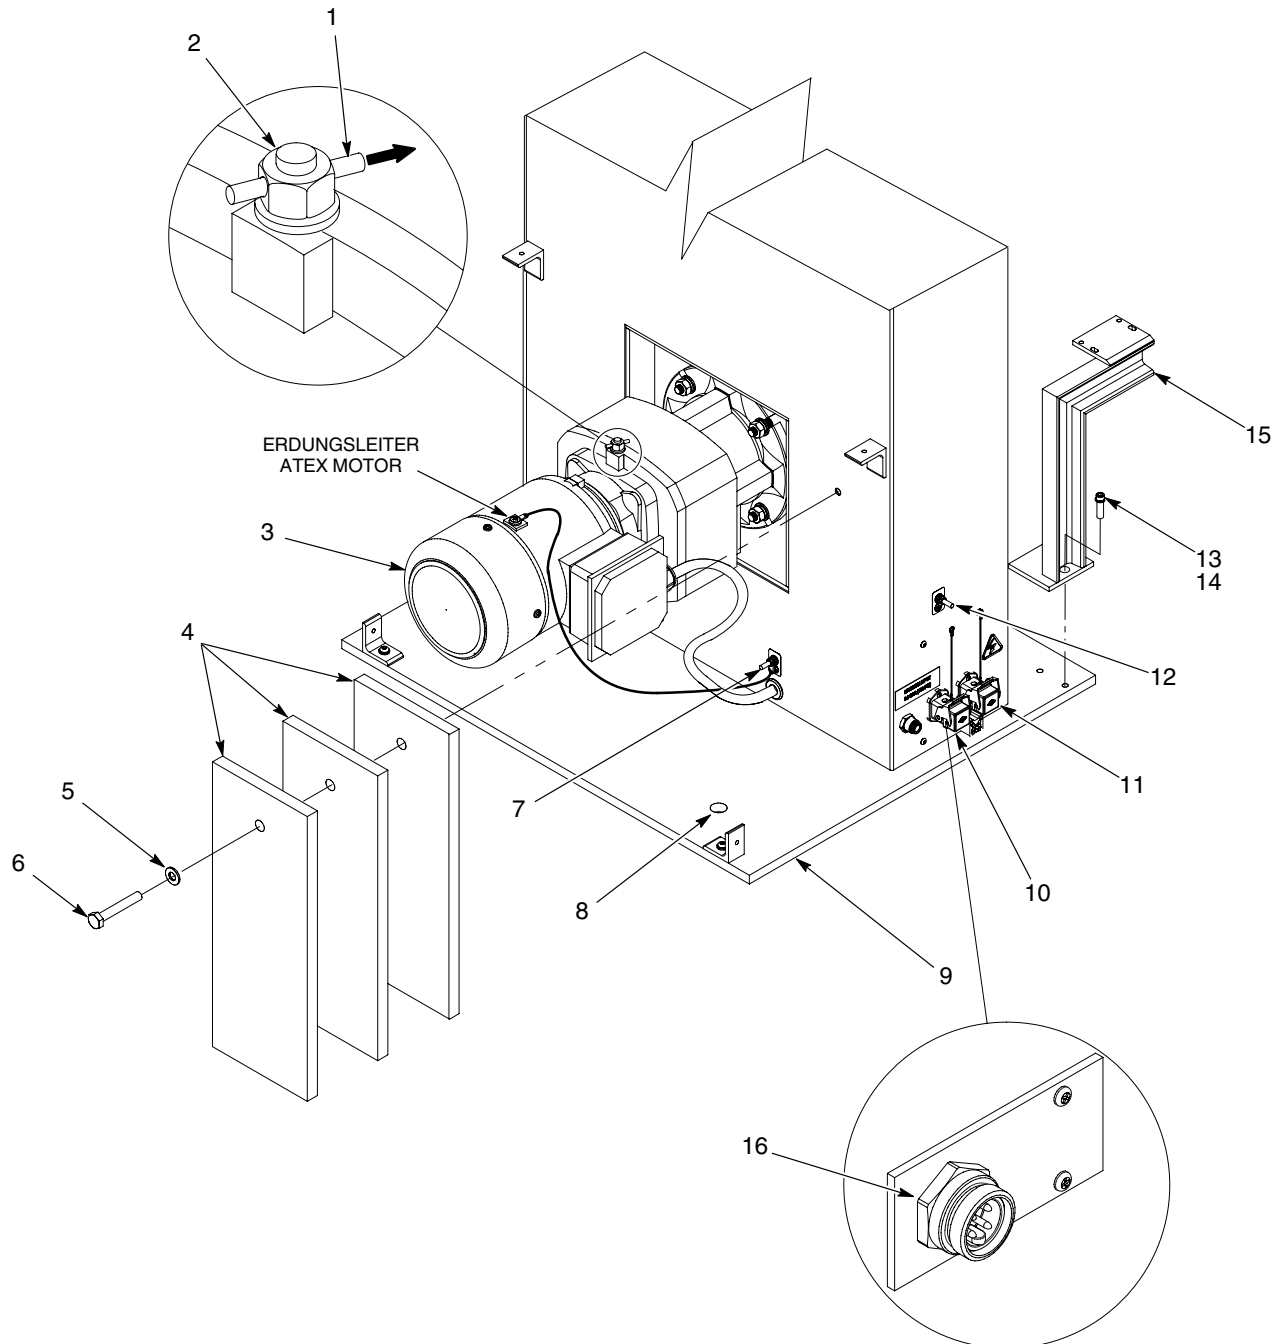

Abb. 3 Installation
- b. Siehe Abbildung 3. Die Gegengewichte (4) mit der Schraube (6) und den Sicherungsscheiben (5) am Oszillationshubwerk installieren. Die Schraube fest anziehen.
2. Bei Montage des Hubwerks am Boden oder auf einem festen Ständer die vorhandenen vier Montagebohrungen (8) verwenden. Wenn erforderlich, neue Bohrungen in der Basis oder im Boden anbringen. Zum Befestigen des Hubwerks Befestigungselemente der richtigen Größe verwenden.
3. Gummistopfen (1) von der Druckentlastungsöffnung (2) entfernen.
4. Die Kabelhalterung (15) mit den Schrauben (13) und Sicherungsringen (14) am Hubwerksockel (9) installieren. Die Schrauben fest anziehen.
Siehe Abbildung 3. Das Hubwerk erden, indem der Erdungspfosten (7) mit einer guten Erdung verbunden wird. Erdung prüfen und sicherstellen, dass sie die örtlichen Vorschriften erfüllt.
**NUR ATEX MOTOR:** Falls das Oszillationshubwerk mit einem ATEX Motor ausgestattet ist, sicherstellen, dass der Erdungsleiter des Getriebemotors mit dem Erdungspfosten (7) verbunden ist.
- a. Siehe Abbildung 3. Das kundenseitig bereitgestellte Netzkabel von der Systemsteuerung mit dem Steckverbinder (10) verbinden.